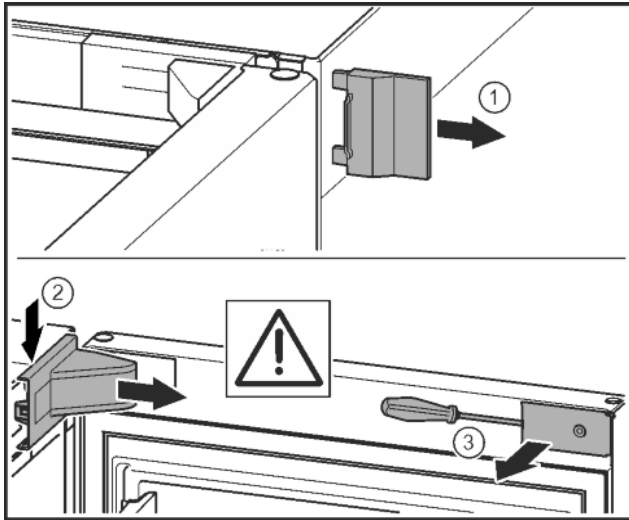

Fig. 7
- Buitenste afdekking verwijderen. Fig. 7 (1)
- Afdekking van de lagerbus met behulp van een schroevendraaier losmaken. Afdekking van de lagerbus verwijderen. Fig. 7 (2)
- Paneel met de sleufschroevendraaier losmaken en naar de zijkant draaien. Fig. 7 (3)